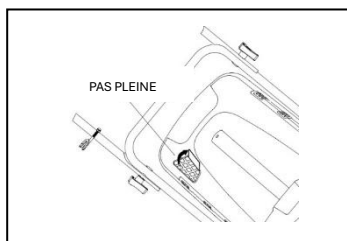

Fig. 14B
- L'indicateur de niveau se gonfle si le capteur n'est pas plein pendant le déplacement. (Fig. 14B)